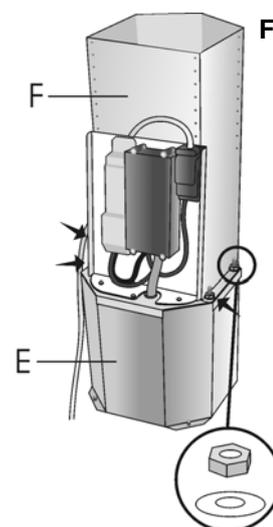

Fig. 11
8. Retire as 4 porcas e as 4 anilhas e retire o bloco do motor (E) da estrutura inferior (F) - (fig. 11).